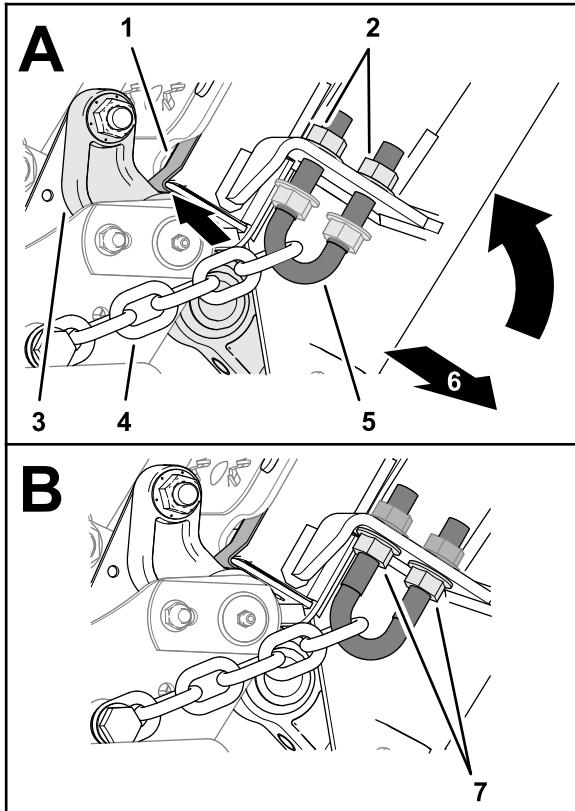

Figura 36
- 1. Nella parte anteriore del piatto, serrate i dadi flangiati dentati esterni finché le catene non sono in tensione (Figura 36).
2. Inserite i dadi flangiati dentati interni (Figura 36) e serrateli a una coppia compresa tra 103 e 127 N·m.